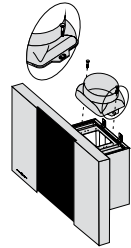

Рис. 16
5. Установите пластмассовый переходной фланец (если он не установлен) на соответствующее место сверху вытяжки с помощью двух шурупов. (рис. 16)